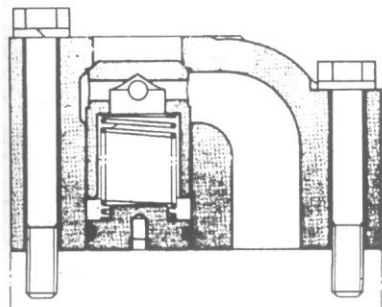

Рис. 5-62.
В случае воздействия внешней силы в том же направлении, что и направление движения поршня, возможно образование вакуума в цилиндре. Для предотвращения образования вакуума предусмотрены всасывающие клапаны (10), (11), (15) и (16) (рис. 5-57). Конструкция всасывающих клапанов показана на рис. 5-62 и 5-63.